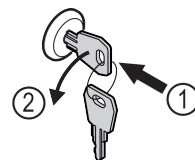

Fig. 182
- ▶ Paina avain lukkoon. Fig. 182 (1)
- ▶ Kierrä avainta 90° vastapäivään. Fig. 182 (2)